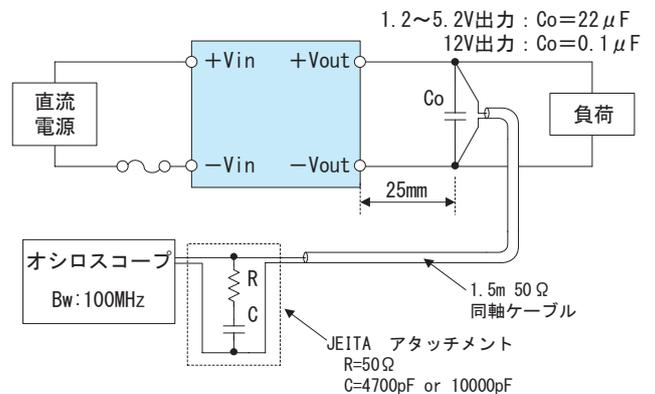

図3.5 出力リップル・リップルノイズ測定方法
■出力リップル・リップルノイズは、図3.5に示した方法で測定した値です。